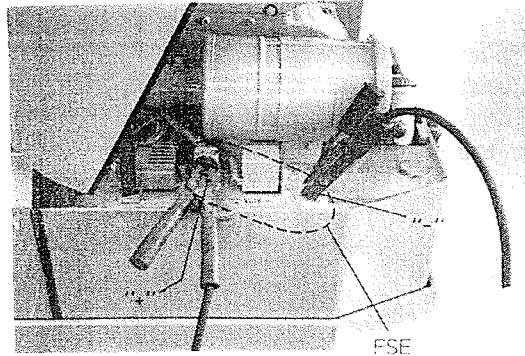

Bild 12
1. Fremde Batterie am »+« -Pol anklemmen und mit »+« -Pol der FSE an der Maschine verbinden. (Bild 12)